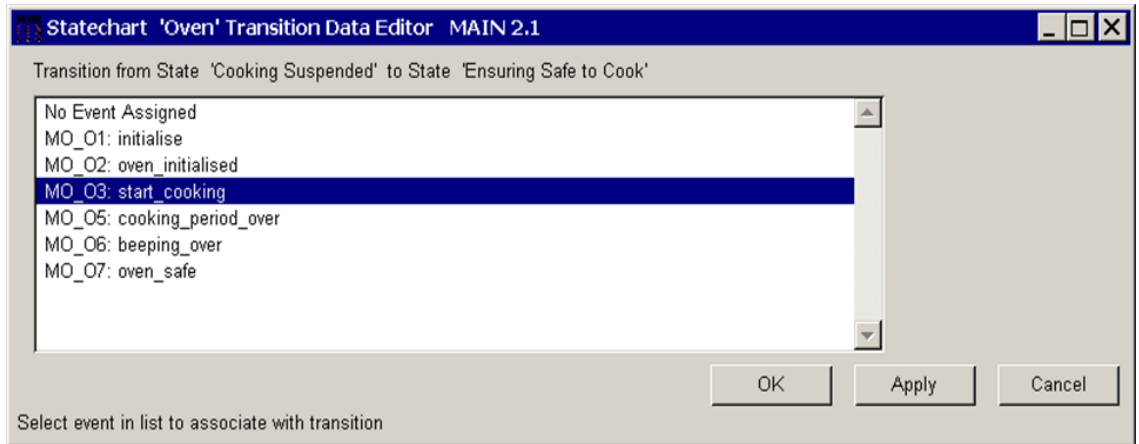

図 4-11: ステートチャートの遷移データエディタ
- 右クリックして、選択した遷移に対して実行できる操作のメニューを表示します。[Show Transition Data Editor] を選択します。遷移データエディタが別のウィンドウに表示されます (図 4-11)。